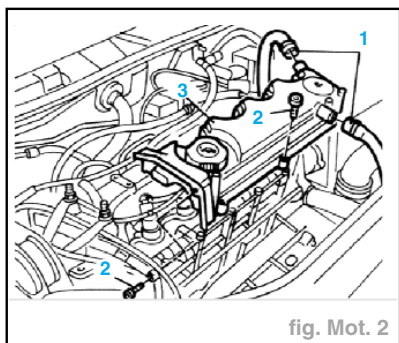

fig. Mot. 2
- Débrancher du cache-poussoirs les tuyaux des gaz de carter (blow-by) (1) (fig. Mot. 2).
- Dévisser les vis de fixation (2).
- Déposer le cache-poussoirs (3).